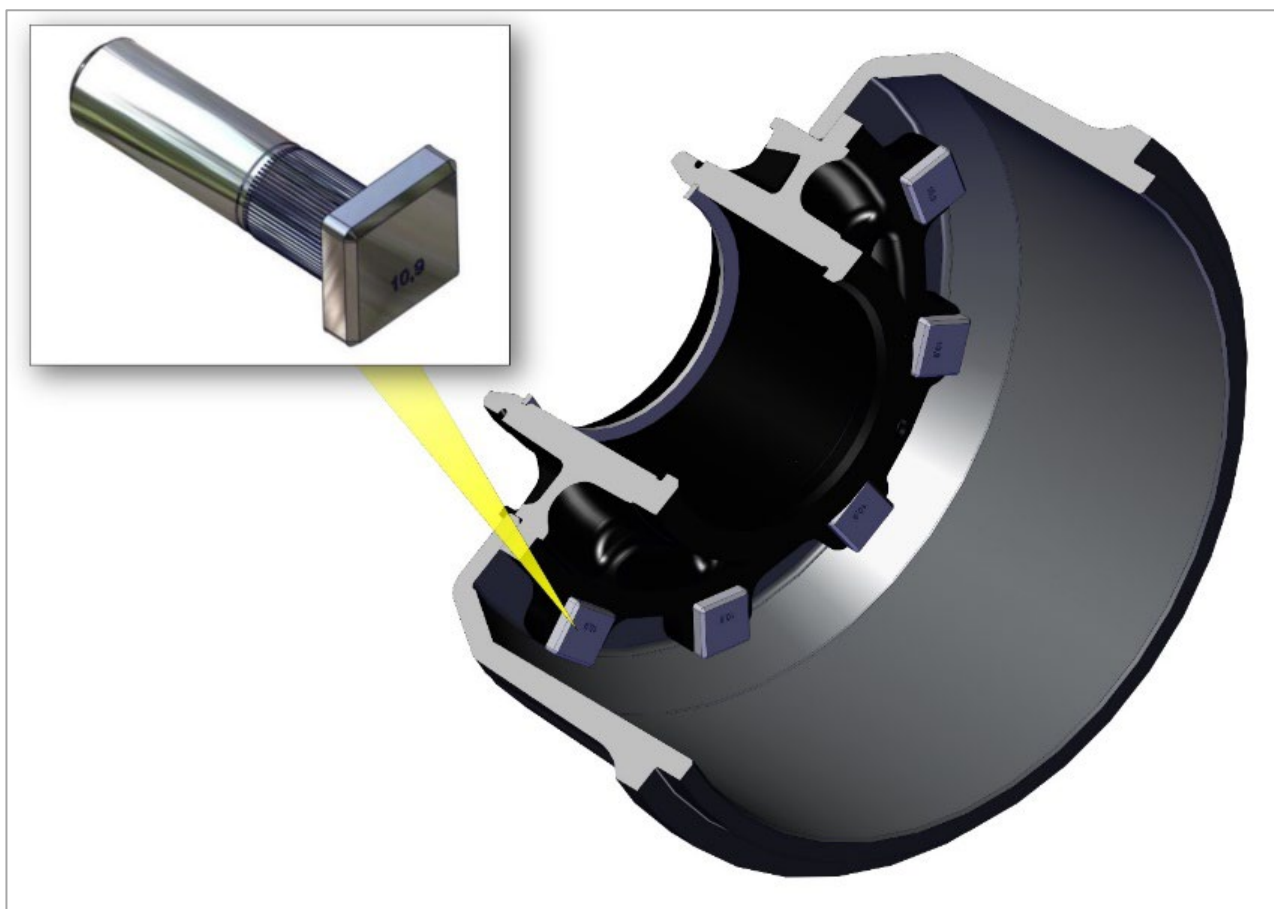

Рис. 10. Установка шпилек
- 3) Шпильку необходимо надежно устанавливать на место, следя за тем, чтобы она располагалась под прямым углом к поверхности ступицы и точно садилась на внутренний торец тормозного барабана (рис. 10).